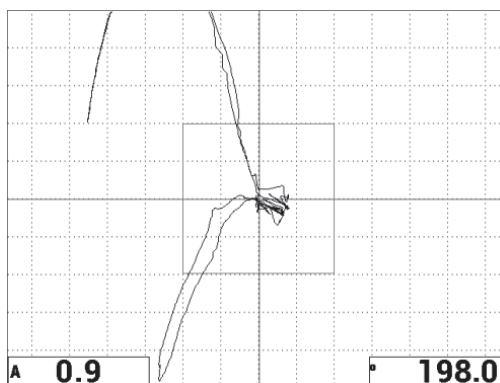

Рис. 6-10 Амплитуда (A) и фаза (°) плавающей точки XY
В режиме реального времени отображаются амплитуда (A) и фаза (°) плавающей точки XY (см. Рис. 6-10 на стр. 139). Подробнее о модификации показаний, отображаемых в режиме реального времени см. в «Отображение значений в режиме реального времени» на стр. 68.